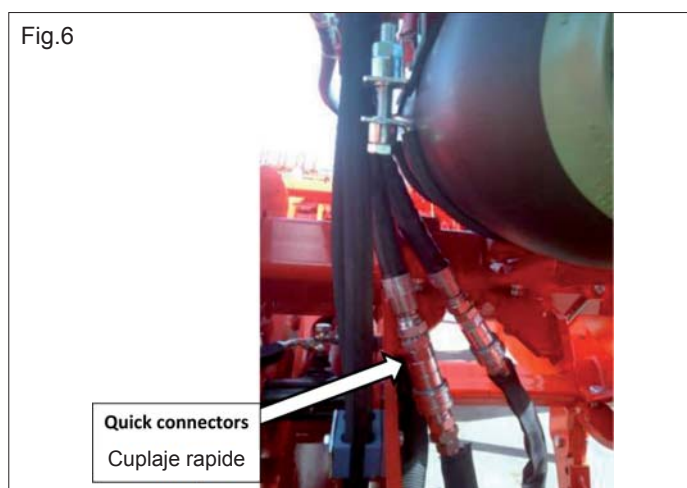

Fig.6
- Cu echipamentul ridicat de la sol (nu trebuie să existe contact între ancore și sol), racordați unitatea de acumulare la instalația mașinii cu ajutorul celor două cuplaje rapide. (Fig.6) Controlați cu atenție cuplajele rapide având în vedere că presiunea exercitată în timpul fazei de lucru este foarte mare. Pentru a face acest lucru: